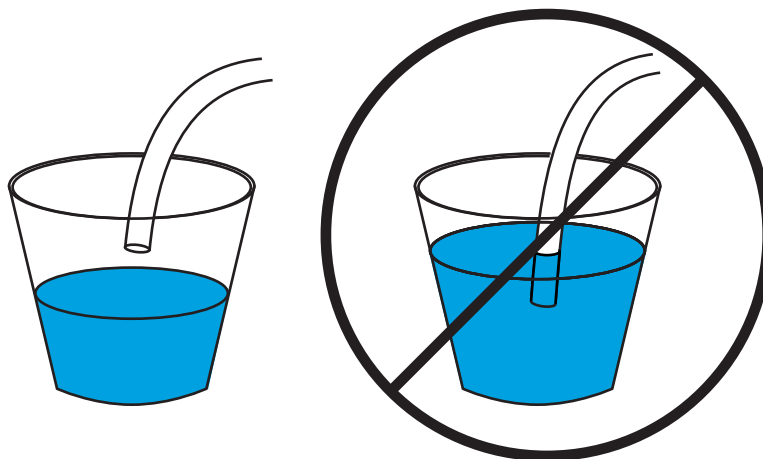

Figure 37 Tube de drainage bien installé (suspendu à gauche) et mal installé (immergé à droite)
- L'extrémité ouverte du tube n'est pas immergée dans le bac de drainage (voir Figure 37).